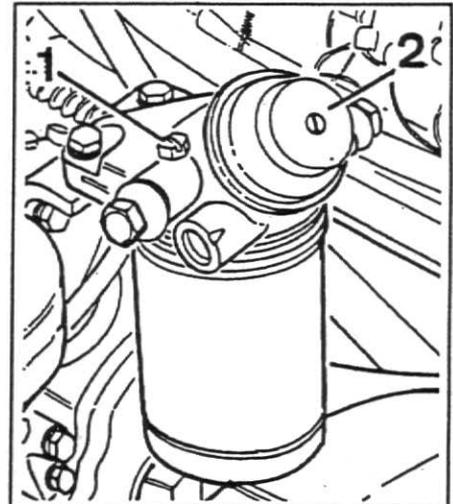

Fig. 7
Após cada uma das operações descritas a seguir, acione manualmente a bomba de sangria ② ,fig.7 ,até o combustível sair sem bolhas de ar. A seguir, feche o ponto de sangria indicado.
1. Afrouxe o parafuso de sangria ① do filtro de combustível, fig.7.